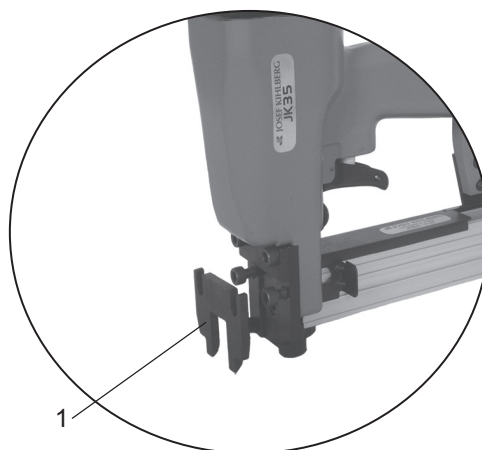

Fig. 7
- Séparez le couvercle des vis (Fig. 7/1).